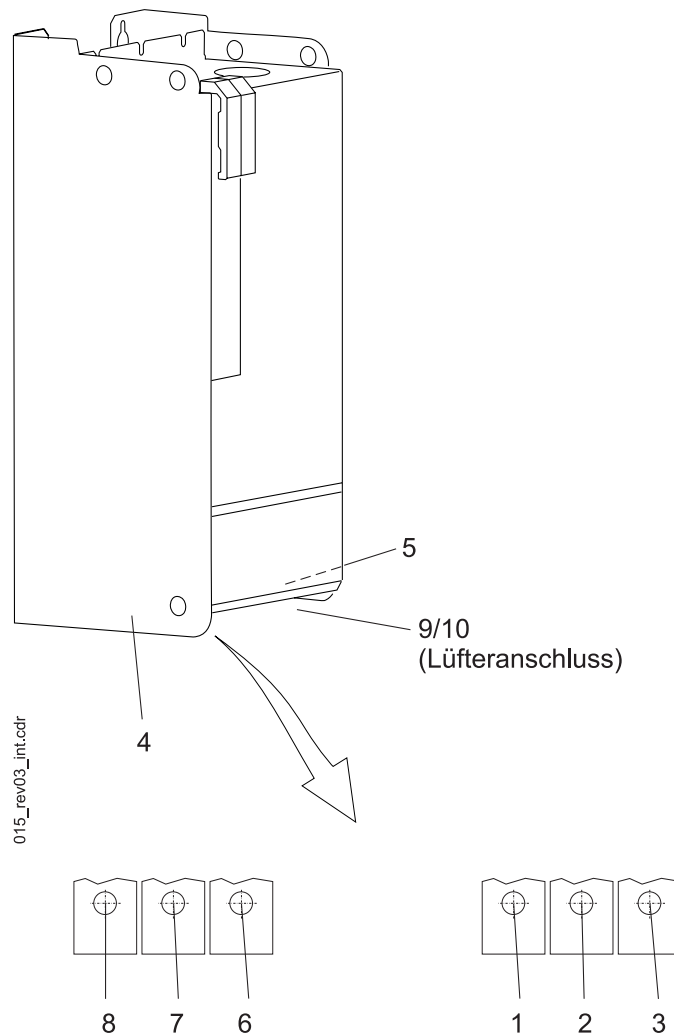

Abbildung 15: Leistungsanschlüsse
Die Leistungsanschlüsse befinden sich an der Unterseite des Gerätes (siehe Abbildung 15 auf Seite 46).
2) Position, siehe ►Abbildung 15◄ auf Seite 46.